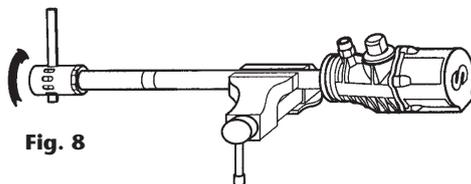

Fig. 8
- Séparer la crépine (42) de l'ensemble du filtre d'aspiration (39) (voir fig. 8).